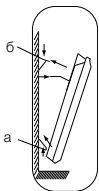

Рис. 6
- закрепить прибор на кронштейне необходимо следующим образом (рис. 6):
- наденьте на кронштейн нижнюю часть конвектора при помощи специальных отверстий, расположенных в нижней части конвектора (рис. 6, а);
наденьте верхнюю часть конвектора на кронштейн, зафиксировав его при помощи защелок на кронштейне (рис. 6, б);